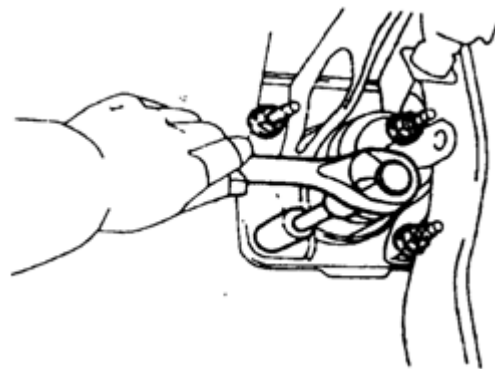

图3-10
- (2) 脱开制动灯连接器。
- (3) 拆下4个螺母和制动踏板支架，如图3-10所示。
- (1) 用4个螺母安装制动踏板支架（见图3-10），拧紧力矩 :13N·m。
- (2) 连接制动灯开关接头。